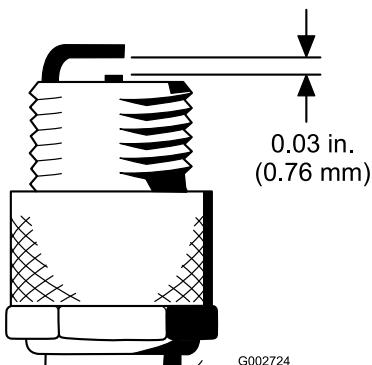

Figura 52
- Ajuste el hueco entre los electrodos central y lateral a 0,76 mm (Figura 52).